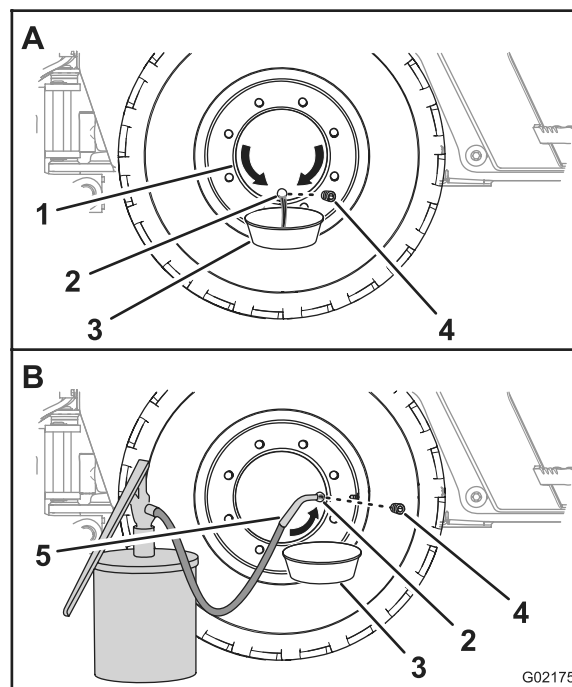

Figura 85
1. Spostate la macchina avanti o indietro al fine di posizionare il tappo dell'olio del mozzo nella posizione delle ore 6 nell'orologio (Figura 85).
2. Mettete una bacinella di spurgo sotto il tappo dell'olio del mozzo della ruota (Figura 85).
3. Togliete il tappo di spurgo e lasciate defluire l'olio dal ruotismo planetario (Figura 85).
5. Spostate la macchina avanti o indietro al fine di posizionare il tappo dell'olio del mozzo nella posizione ore 3 o ore 9 nell'orologio (Figura 85).